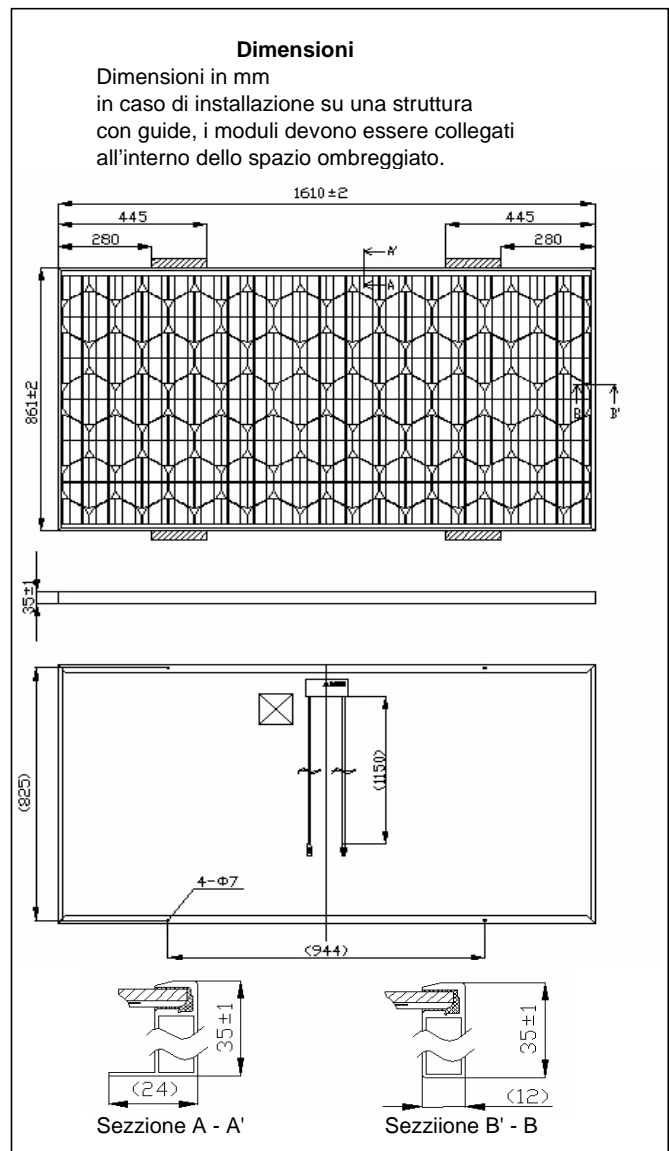

Figura 2-1: Dimensioni
- I moduli devono essere montati ai quattro (4) punti ad angolo retto con gli strumenti mostrati nella Figura 2-1. Tuttavia, si può optare per le distanze di montaggio opzionali (con limitazione dello spazio di montaggio) con gli strumenti mostrati nelle Figure 2-2 o 2-3.